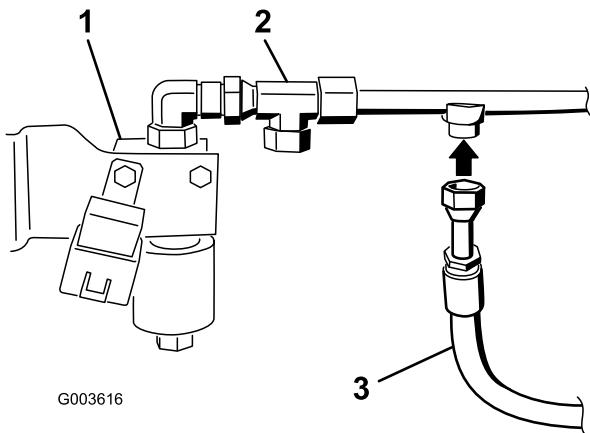

Figura 28
- Instale la manguera hidráulica con acoplamientos en el adaptador del acoplamiento en T conectado a la parte superior de la válvula (Figura 28).